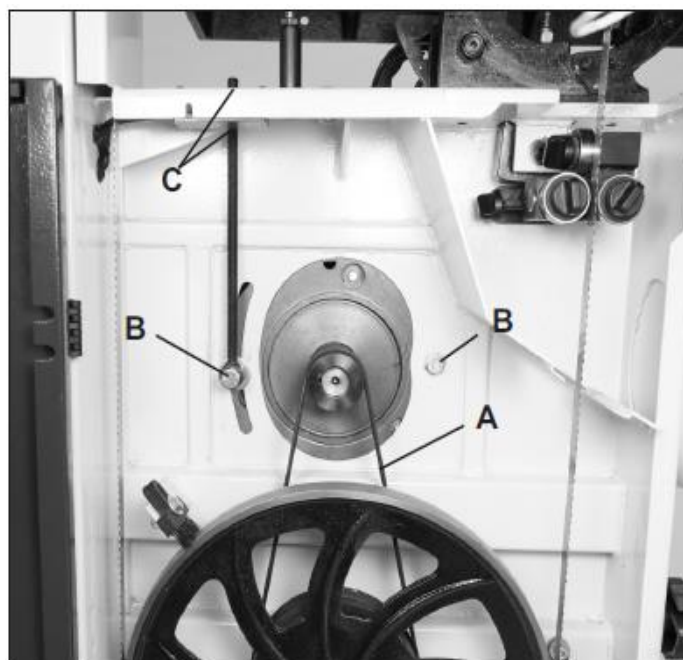

Рис. 39
Проверьте натяжение приводного ремня (#16F, рис. 39, А), надавив большим пальцем. Проход приводного ремня по центру не должен превышать 3/8" - 1/2". НЕ натягивайте ремень слишком сильно, так как это может привести к чрезмерному повреждению ремня, шкивов и двигателя. Рис. 40.
2. Ослабьте шестигранную гайку на верхней части тяги двигателя (#45А, рис. 39, В).